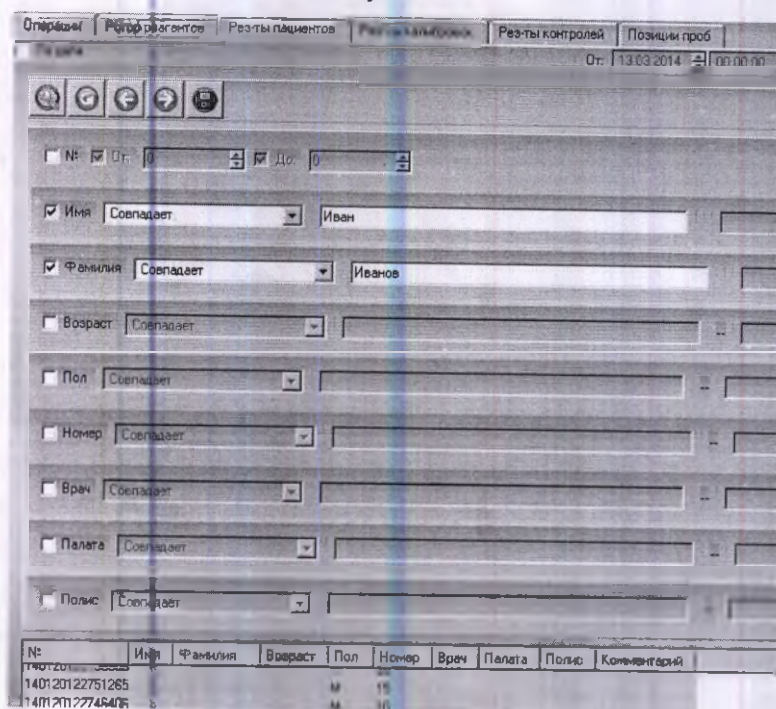

Рисунок 11-3
2. Выполните расширенный поиск (Рисунок 11-3) по одному или нескольким параметрам информации о пациенте (имя, фамилия и т.д.). Поиск также может быть выполнен по таким параметрам как возраст, пол, доктор и т.д.